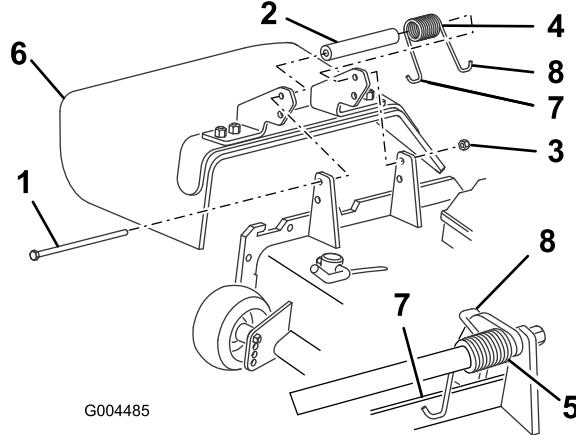

Figure 78
- Retirez le contre-écrou, le boulon, le ressort et l'entretoise qui fixent le déflecteur aux supports de pivot (Figure 78). Enlevez le déflecteur s'il est endommagé ou usé.
- Placez une entretoise et un ressort entre les supports du déflecteur d'herbe de rechange (Figure 78). Accrochez l'extrémité en J gauche du ressort derrière le bord du tablier.
Remarque: Accrochez l'extrémité en J gauche du ressort derrière le bord du tablier avant de mettre le boulon en place, comme indiqué à la Figure 78.
- Remettez le boulon et l'écrou. Accrochez l'extrémité en J droite du ressort au déflecteur d'herbe (Figure 78).